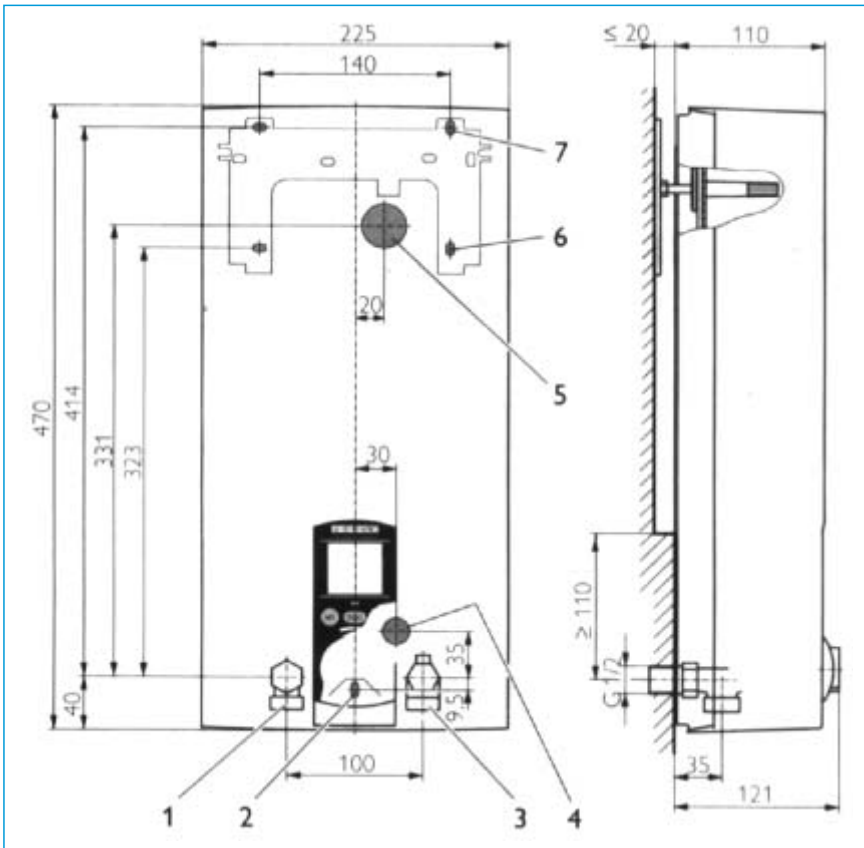
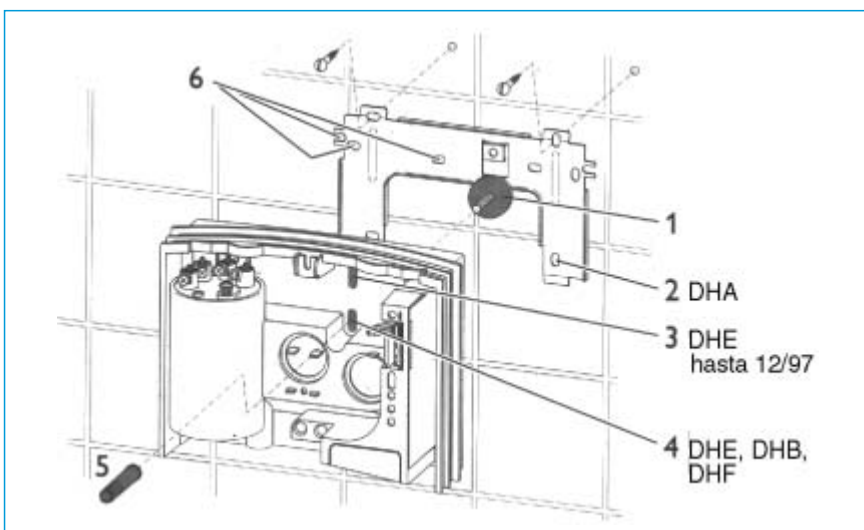

Fig. 10
Fig. 13
- ▶ Montar el aparato apoyado contra la pared en su parte inferior (respetar la medida ≥ 110 mm de la fig. 10). Fijar el calentador también por abajo (fig. 10, pos. 2).
Leyenda fig. 10: dims. conexiones (mm)
- ▶ Establecer la posición de rotura del panel trasero del calentador para fijarlo al listón de soporte, tal como se muestra en la fig. 13.
- ▶ Fijar el nuevo listón de soporte tal como se muestra en la fig. 13.
- ▶ Fijar el aparato con el casquillo roscado (pos. 5), tal como se muestra en la fig. 13. Con la tuerca moleteada (pos. 1) se pueden compensar las irregularidades del paramento de hasta 20 mm, p.e. por escalones en las baldosas (ver la fig. 10).
Leyenda fig. 13
- ▶ En caso de efectuar la instalación empotrada, el cable de red aislado deberá sobresalir, como mínimo, 30 mm de la pared (fig. 10).